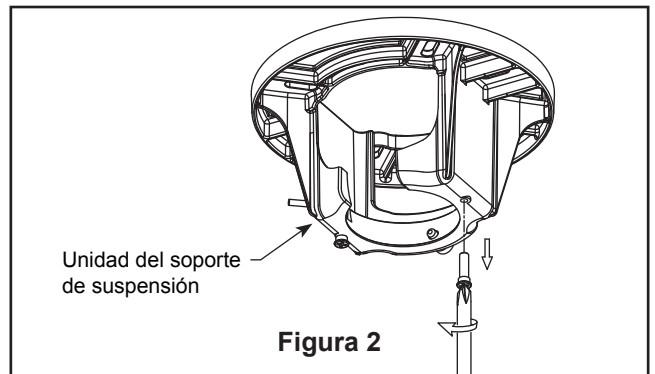

Figura 2
2. Extraiga una de los tornillos de hombro en el soporte del gancho y guarde los tornillos para pasos posteriores. Afloje el segundo tornillo de hombro sin extraiga completamente. (Figura 2)